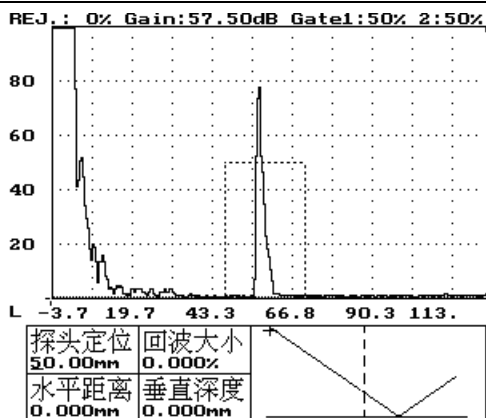

图 22-2
- 3、按进入键——进入定位分析功能，同时在屏幕下方的“探头定位”参数下有一“—”光标，提示用户输入探头定位数值，如图 22-2 所示。